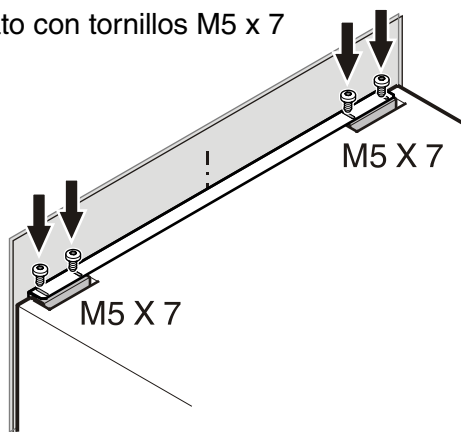

Figura 18
4. Fijar el aparato con tornillos M5 x 7 (Figura 18).